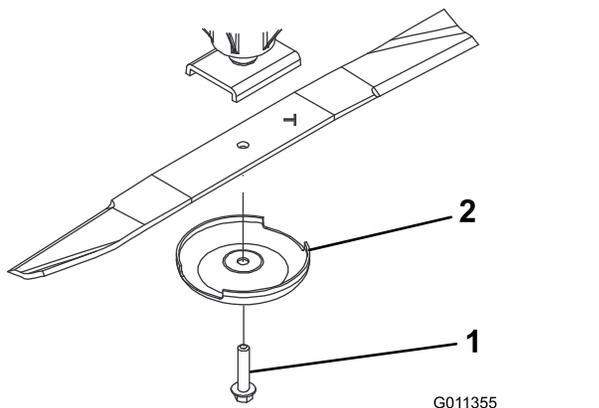

Рисунок 72
- Возьмитесь за конец ножа, используя ветошь или перчатку на толстой подкладке, отверните болт ножа, снимите защитный колпак и нож с вала шпинделя (Рисунок 72).
- Установите нож загибом в направлении режущей деки, защитный колпак и болт ножа (Рисунок 72).